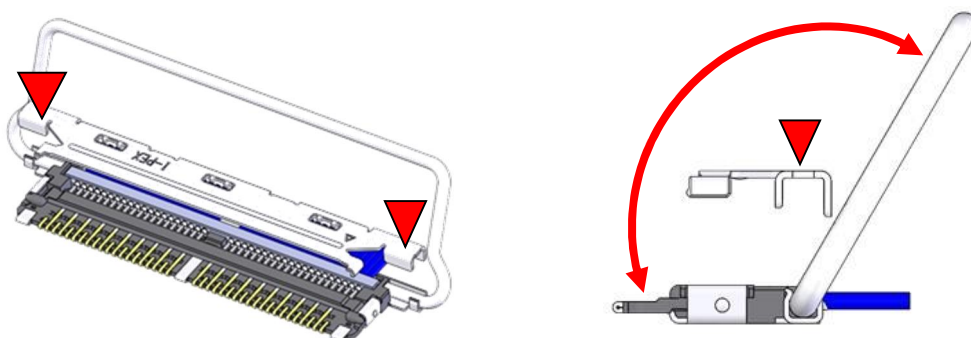

Fig.8 Assembly of Shell A
- ① Fig.8 の様に LOCK BAR をケーブル側に傾け、